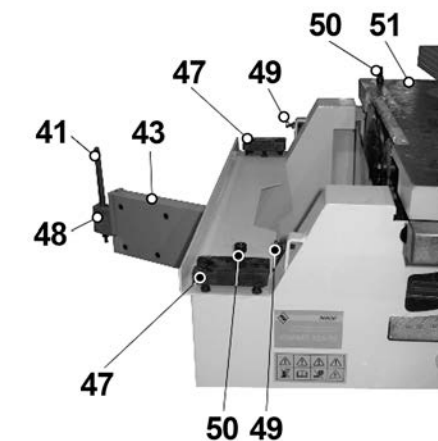

Рис. 5
8.2.1. Как показано на Рис. 5 выкрутите два болта (50) из опор (47).